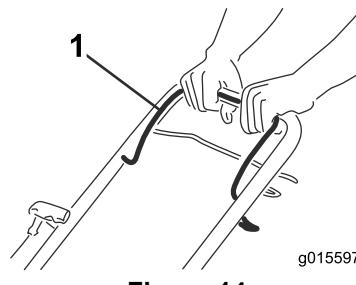

Figura 14
- Sujete la barra de control de la cuchilla (Figura 14) contra el manillar.